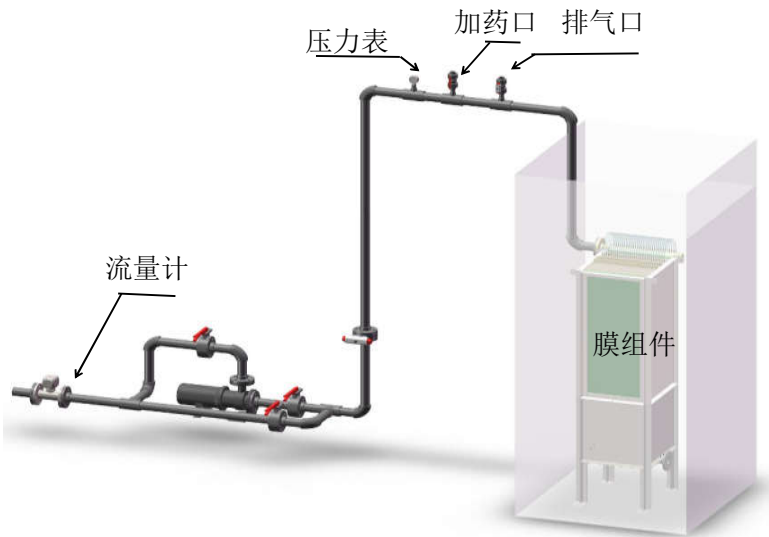

图 2-9 集水管跨越池壁抽吸泵及泵后管路低于膜元件底部
- c. 膜组件的集水管跨越池壁，且抽吸泵高于膜元件底部水位之上，必须采用自吸泵。如用离心泵，泵吸水端应设置止回阀，且吸水口处应增加补水系统，防止启动时离心泵干转，见图 2-9。